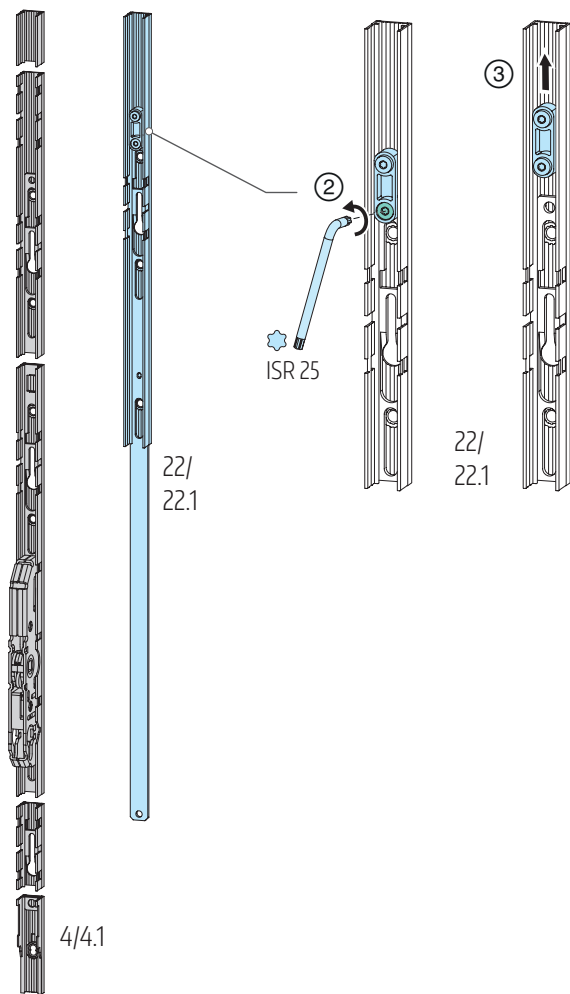
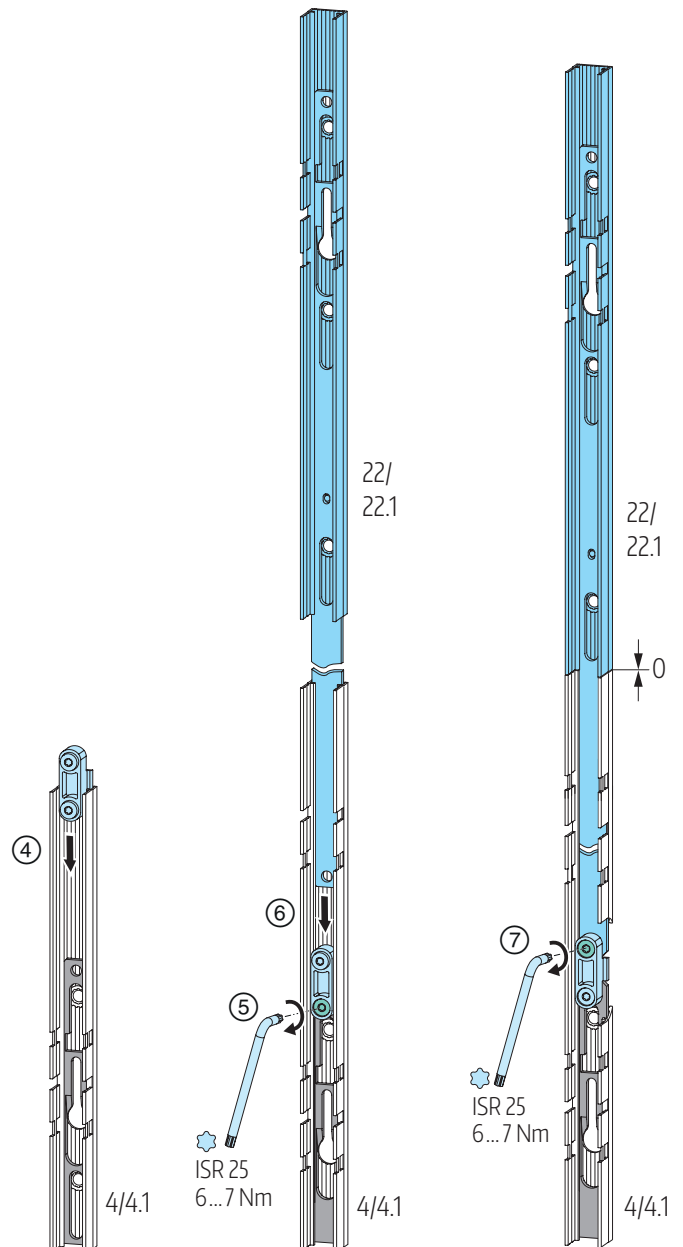

Abb. 58
Abb. 59
Riegelstange der Getriebeverlängerung 22/22.1 lösen, ISR 25 und ③ aus Getriebestulp entnehmen; **Abb. 58.** ④ Riegelverbindungsstück in Führung Riegelstange des Getriebes 4/4.1 einführen und ⑤ mit Riegelstange des Getriebes koppeln, ISR 25, 6 ... 7 Nm. ⑥ Riegelstange der Getriebeverlängerung in Getriebe einführen und ⑦ über Riegelverbindungsstück mit Riegelstange Getriebe verbinden, ISR 25, 6 ... 7 Nm.; **Abb. 59.**